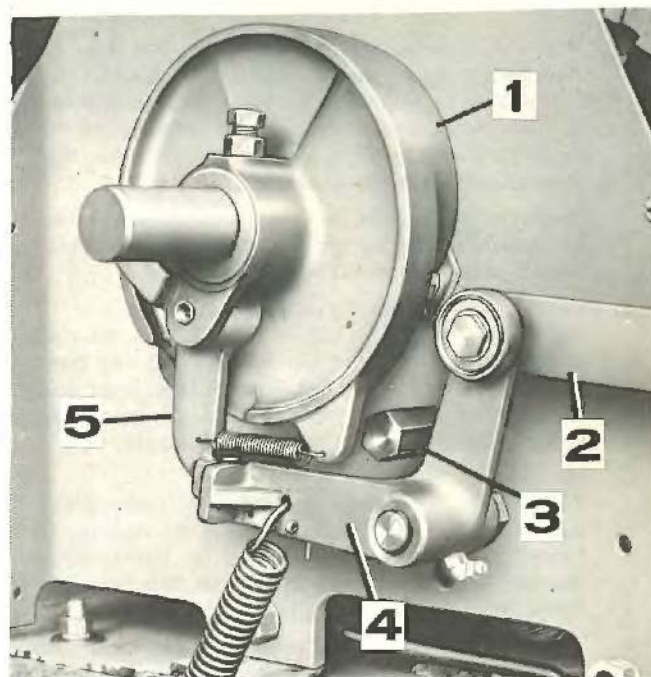

FIG. 29
2. Régler la butée (3, Fig. 29) jusqu'à ce qu'il y ait un jeu de 6 mm entre le cliquet d'embrayage des noueurs (5, Fig. 29) et les bras de déclenchement du noueur (4, Fig. 29).